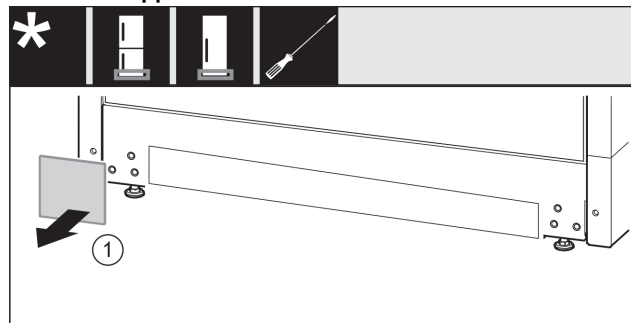

Fig. 20
- ▶ Retirer le cache Fig. 20 (1).